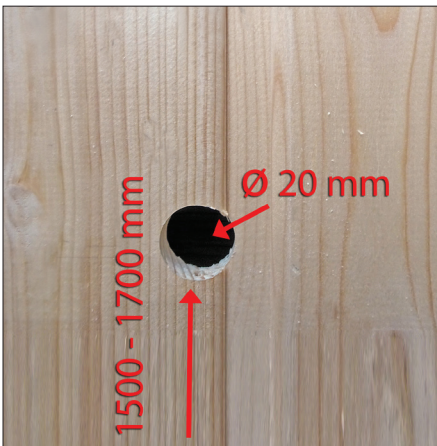

Fig. 1
- I. Percez un trou d'un diamètre de 20 mm au niveau de la goulotte de câbles, à une hauteur d'environ 1 500 - 1 700 mm (Fig. 1).